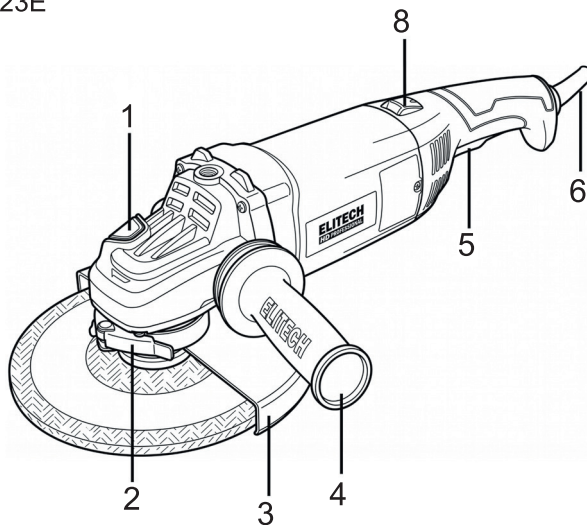

Рис. 1
Нажмите кнопку поворота рукоятки (8) (Рис. 1), поверните заднюю рукоятку в одно из предусмотренных конструкцией фиксированных положений и отпустите кнопку.